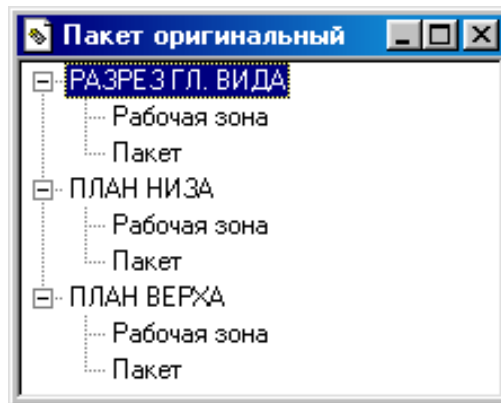

Рисунок 1.46 – Вікно командного меню «Пакет оригінальний»
- натискується кнопка "Проектування об'єкта", автоматично завантажується КОМПАС-ГРАФІК, відкривається складальне креслення, і на екрані з'являється командне меню (рис. 1.46);